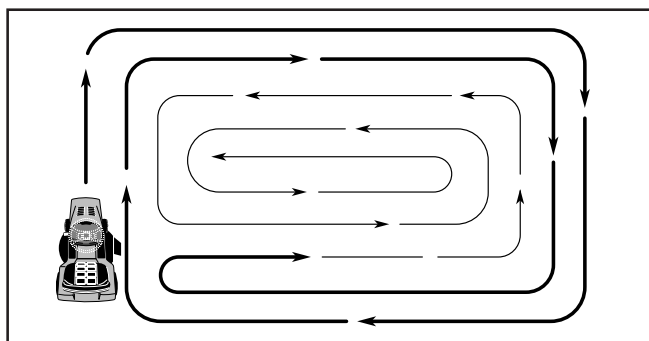

FIG. 9
- Pour tondre une grande surface, on vous conseille de commencer par tourner à droite, de façon à ce que l'herbe ne soit pas déversée sur les arbustes, les clôtures, les allées, etc. Après un ou deux tours, tondez en sens inverse en tournant à gauche jusqu'à ce que le travail soit achevé (Voir la Fig. 9).